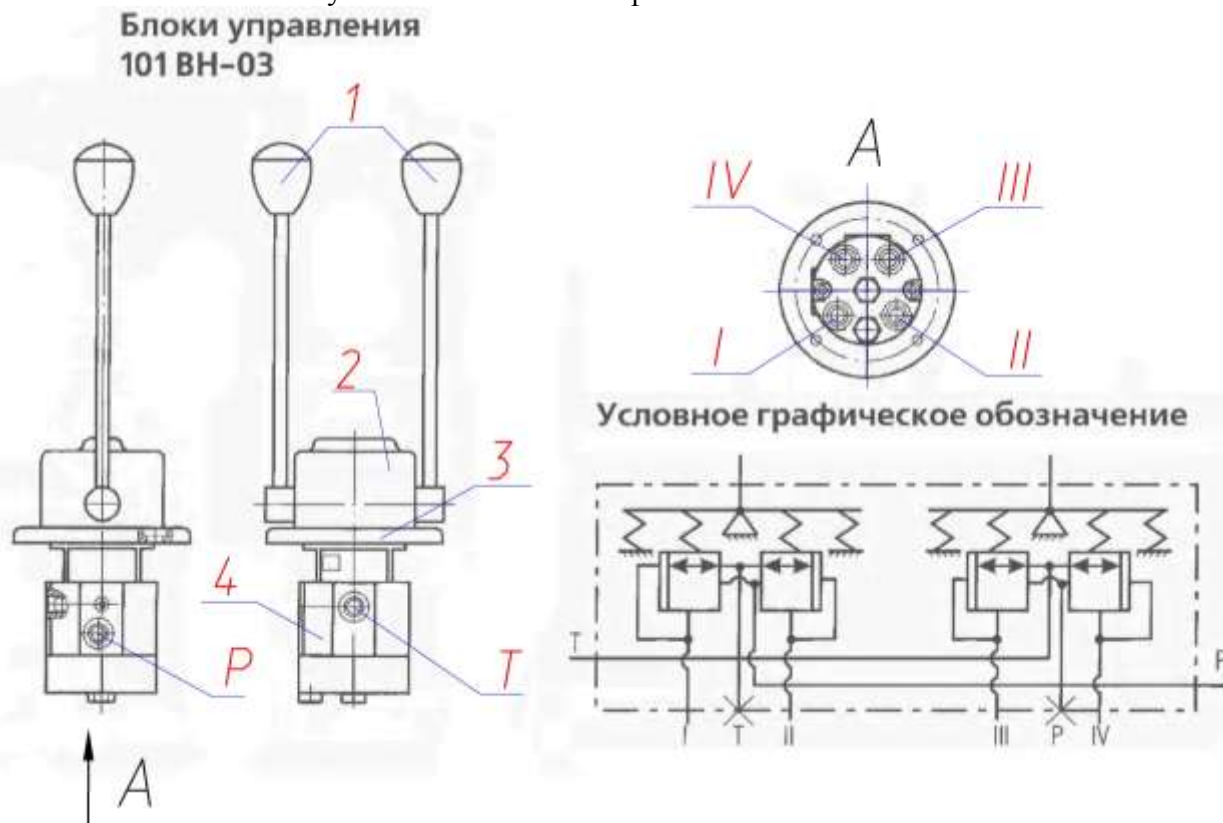

Рис. 10.8.2 Блок управления с двумя рычагами и шариковым фиксатором
2. Блок управления 101ВН-03 (рис. 10.8.2) - двухзолотниковый с двумя рычагами управления. Имеет функцию фиксации рычагов в крайних и нейтральных положениях с помощью шарикового фиксатора. Данный блок управления используется при включении хода экскаватора вперед-назад, одной рукояткой рис.4.1.1 поз.2. На экскаваторе Е140W данный блок управления фирмы ОАО «ПНЕВМОСТРОЙМАШИНА». Запрещается нарушать целостность пломб и разбирать блоки управления. В случае неисправностей обращайтесь к представителям фирмы «ПНЕВМОСТРОЙМАШИНА» по указанным выше телефонам.